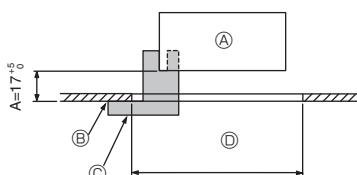

Fig. 9-2
①	Dimensões da grelha	1	950 × 950 (mm)
②	Medidor de instalação	1	(Dividido em 4 partes)
③	Controlo remoto sem fio	1	para PLP-6EALM
④	Suporte do controlo remoto	1	Incluído quando equipado com o controlo remoto sem fios.
⑤	Pilhas AA LR6	2	Incluído quando equipado com o controlo remoto sem fios.
⑥	Parafusos de derivação de 3,5 × 16	2	Incluído quando equipado com o controlo remoto sem fios.
9.2. Preparar a fixação da grelha (Fig. 9-2)
- Utilizando o medidor ② fornecido com este kit, ajuste e verifique a posição da unidade principal em relação à superfície do teto. Se a unidade principal não estiver adequadamente posicionada em relação à superfície do teto, poderá permitir a ocorrência de fugas de ar ou provocar a acumulação de condensação.